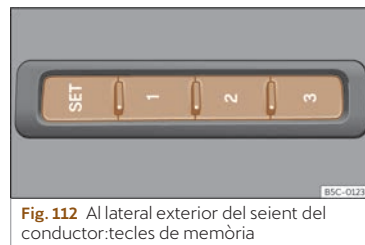

Fig. 112 Al lateral exterior del seient del conductor: tecles de memòria
- Premeu la tecla **SET** durant més d'1 segon »» **fig. 112**.